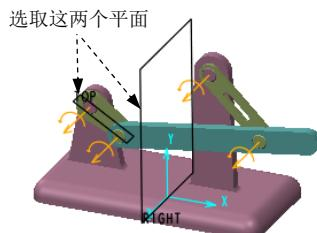

图 2.4.5 选取定向参考
(2) 在模型中选取图 2.4.5 所示的基座 (base) 中的基准平面 RIGHT 与连杆 1 (ROD_1) 中的基准平面 TOP